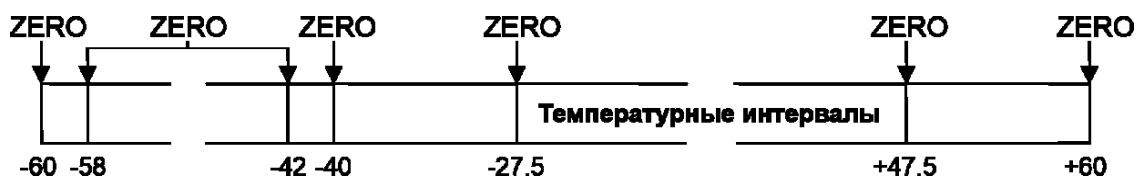

Рис. 17. Схема записи температурных коэффициентов
5. Для каждой полученной точки (см. Рис. 17), когда температура стабилизировалась, послать команду <ZERO>, при помощи которой в память датчика запишется пара значений: температурное значение в отсчётах АЦП и значение S_i (см. Табл. 17).